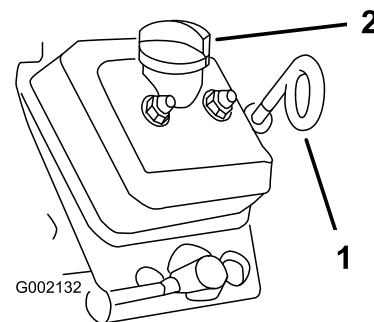

Figura 35
5. Utilice un trapo para limpiar la zona alrededor de la varilla de aceite y el tapón de llenado (Figura 35) para impedir que caiga suciedad por el tubo/cuello de llenado de aceite y cause daños en el motor.
6. Retire la varilla de aceite y limpie el extremo (Figura 35).
7. Introduzca la varilla de aceite a fondo en el tubo (Figura 35).
10. Instale el tapón de llenado (Figura 35).
11. Instale la varilla de aceite y asíéntela firmemente (Figura 35).